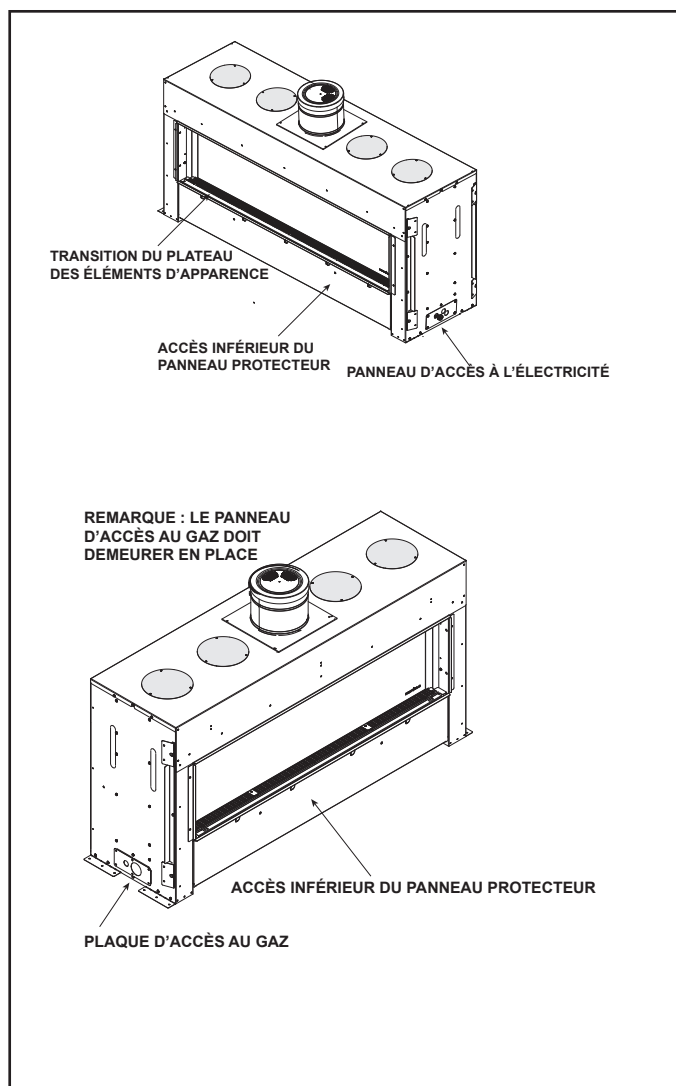

Figure 9.2. Accès au service du gaz
**REMARQUE IMPORTANTE :** Le panneau protecteur de l'accès inférieur est amovible si les matériaux de finition ne sont pas installés. Voir la figure 9.2. Si les matériaux de finition sont installés, soulevez le plateau de transition des éléments d'apparence hors du support du cadre de la vitre afin d'accéder à la cavité de la vanne.